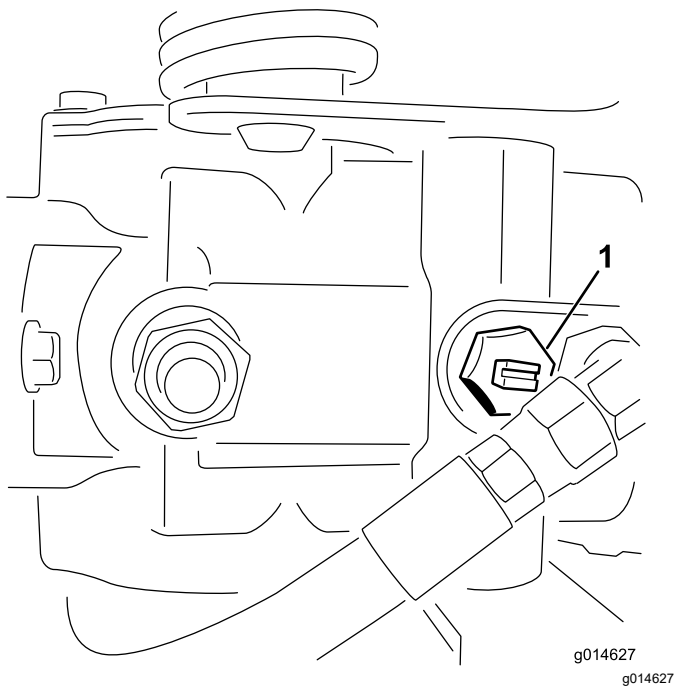

図 25
1. 油圧ポンプについているバイパスバルブ 図 25 の溝が「縦」になるようにバルブを回転させる。
2. エンジンを始動する前に、必ずバイパスバルブを閉じる溝が横向きになる 図 25。